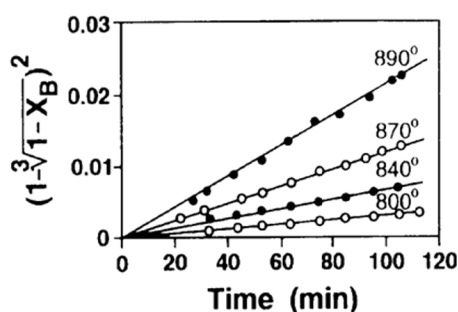

图 5.14 第 5 题图
5. 图5.14说明该反应动力学符合抛物线规律, 因此是扩散控制的固相反应. 由于 Jander 方程对应的直线的斜率与扩散系数 D 成正比, 根据 $D = D_0 \exp\left(-\frac{\Delta E}{kT}\right)$, 在图中取任意两个温度对应的直线的斜率, 依据斜率的比值可以计算出扩散活化能 E_a .